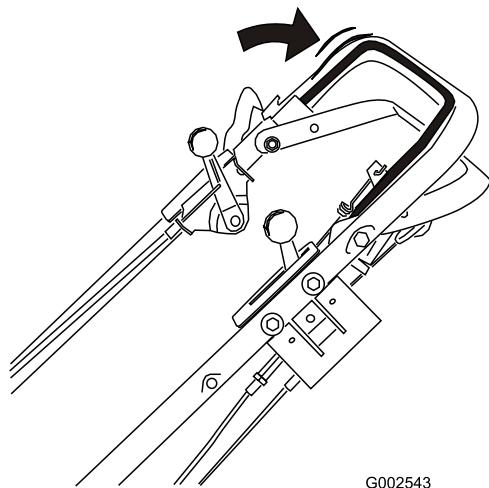

Bild 15
2. Drücken Sie den Messerschaltbügel gegen den Griff und halten sie ihn gegen den Griff gedrückt (Bild 15).